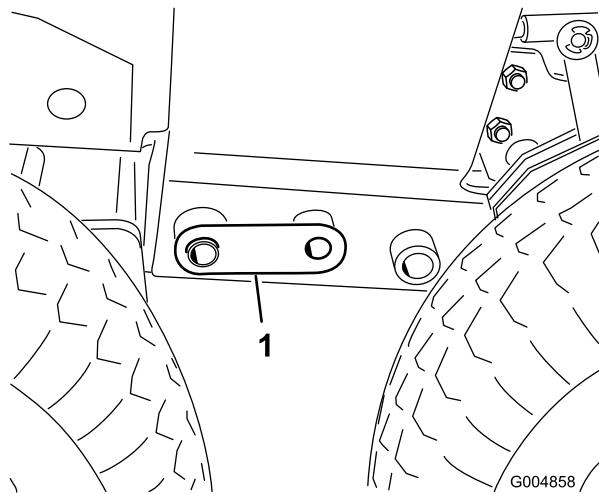

図 83
35. 前側のジャッキを外してタイヤで機体前部を支え、カップラピン 図 83 がゆるんで外せるようになる。